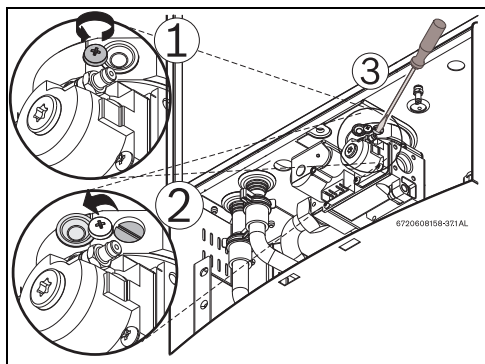

Fig. 46 Ajuste de CO2 en modo P1
- ▶ Aflojar el tornillo Philips con pintura amarilla de precintado (Fig.46, pos.1) y mover la tapa de protección (Fig.46, pos. 2), de manera a que se haga visible el tornillo de afinación.
- ▶ Colocar la tapa de protección en la posición inicial y apretar el tornillo Philips, Fig.46.